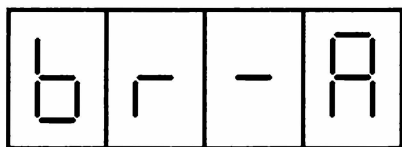
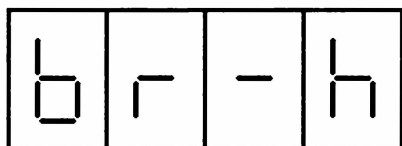

Рис. 5
Рис. 6
4. Следующее нажатие на кнопку SB2 "Выбор" выводит на индикаторы аббревиатуру br-A (рис. 5), где br (bright) — яркость, A — автоматический режим. Теперь нажатием на кнопку SB3 "Установка" можно выставить ручной режим — аббревиатура br-h (рис. 6), где h — hand (ручной). И так — каждым очередным нажатием на кнопку по кругу.